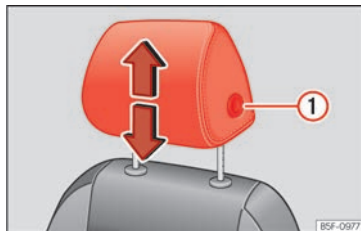
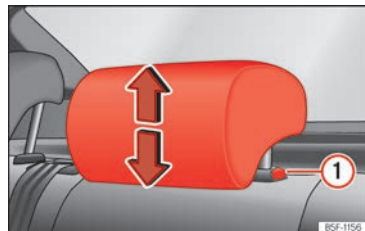

Abb. 72 Vordersitz: Kopfstützeinstellung.
Abb. 73 Kopfstütze hinten: Kopfstützeinstellung.
- Fassen Sie die Kopfstütze seitlich mit beiden Händen und schieben Sie sie nach oben, bis sie in der gewünschten Position einrastet. Gehen Sie zum Absenken auf gleiche Weise vor und drücken Sie die seitliche Taste ① >>> (Abb. 72), >>> (Abb. 73).